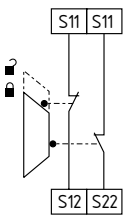

Fig.8
**Circuito de monitorização de porta de proteção de dois canais com dispositivo de interrupção conforme EN ISO 14119 (ver Fig. 8)**